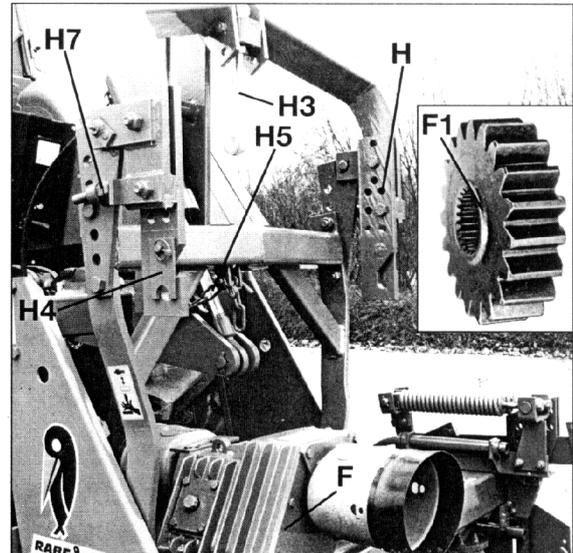

Fig. 4
**Zahnradwechsel:** Kreiselegge etwas nach vorn neigen (mit Oberlenker) und hinteren Ge-triebedeckel abnehmen (F, Fig.4) – auf Deckeldichtung und Wellendichtring achten.
Die Zahnräder mit dem Nabenvorsprung (siehe F1, Fig.4) nach vorn – zum Lager – einset-zen; nur Radpaare gleicher Farbkennzeichnung verwenden (Zähnezahl beider Räder = 35).
### **Hydraulisches Aushub-Dreipunktgestänge „Drill-Lift“ (Fig.4)**
Das „Drill-Lift“-Aushubgestänge mit Kette **H5** sichern (Fig.4).